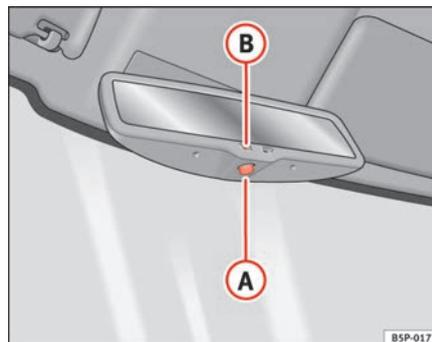

Fig. 86 Rétroviseur intérieur avec réglage automatique de position anti-éblouissement.
- Appuyez sur la touche **A** ⇒ fig. 86. Le témoin **B** s'éteint.
- Appuyez sur la touche **A** ⇒ fig. 86. Le témoin s'allume.